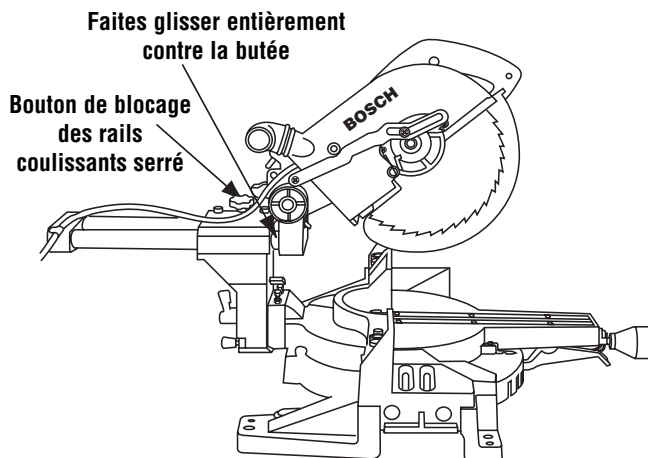

Figure 27. Coupe de fente
1. Faites glisser la tête vers l'arrière aussi loin que possible (Figure 27).
2. Serrez le bouton de blocage des rails coulissants (Figure 27).